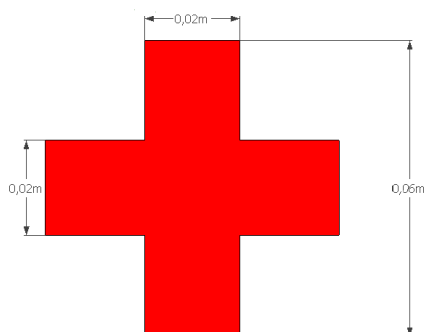

Figura 10: Dimensões dos símbolos "+".
4.3.1. Em 5 pontos definidos aleatoriamente pela comissão, haverá um símbolo '+' demarcado no centro do corredor, feito com fita isolante vermelha. Os robôs que detectarem o '+', parando sobre o mesmo e emitindo um sinal luminoso por no mínimo 2 segundos, terão uma bonificação de 30 segundos no tempo final da prova para cada '+' encontrado. Caso seja encontrado o mesmo '+', este não será contabilizado duas vezes, ou seja, se forem encontradas no máximo as cinco marcações, a equipe totalizará 150 segundos de bônus. A fita terá aproximadamente 2 cm de largura e 6 cm comprimento de comprimento). A Figura 10 apresenta as dimensões e formato do "+".